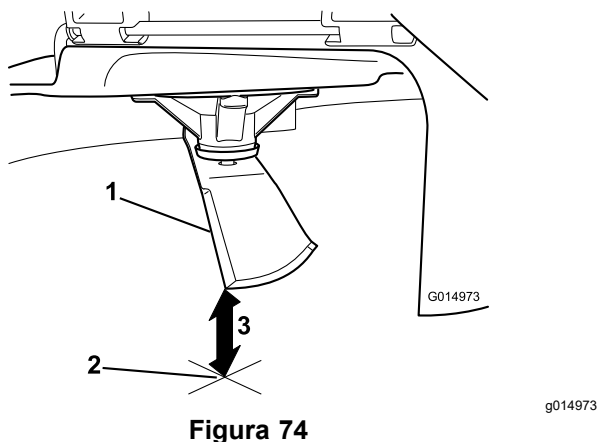

Figura 74
5. Meça da ponta da lâmina até à superfície plana (Figura 74).